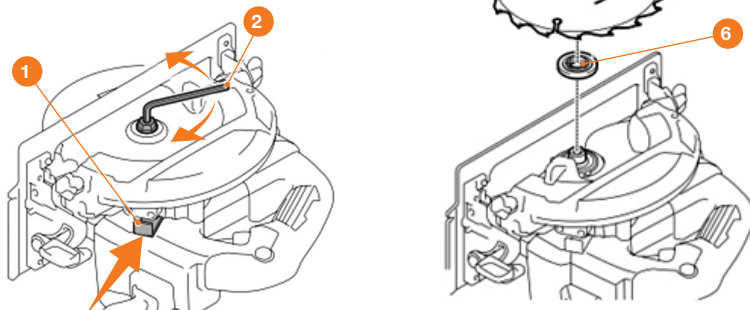

Рис. 2
- Заблокируйте шпindelь кнопкой блокировки **1** (Рис. 2).